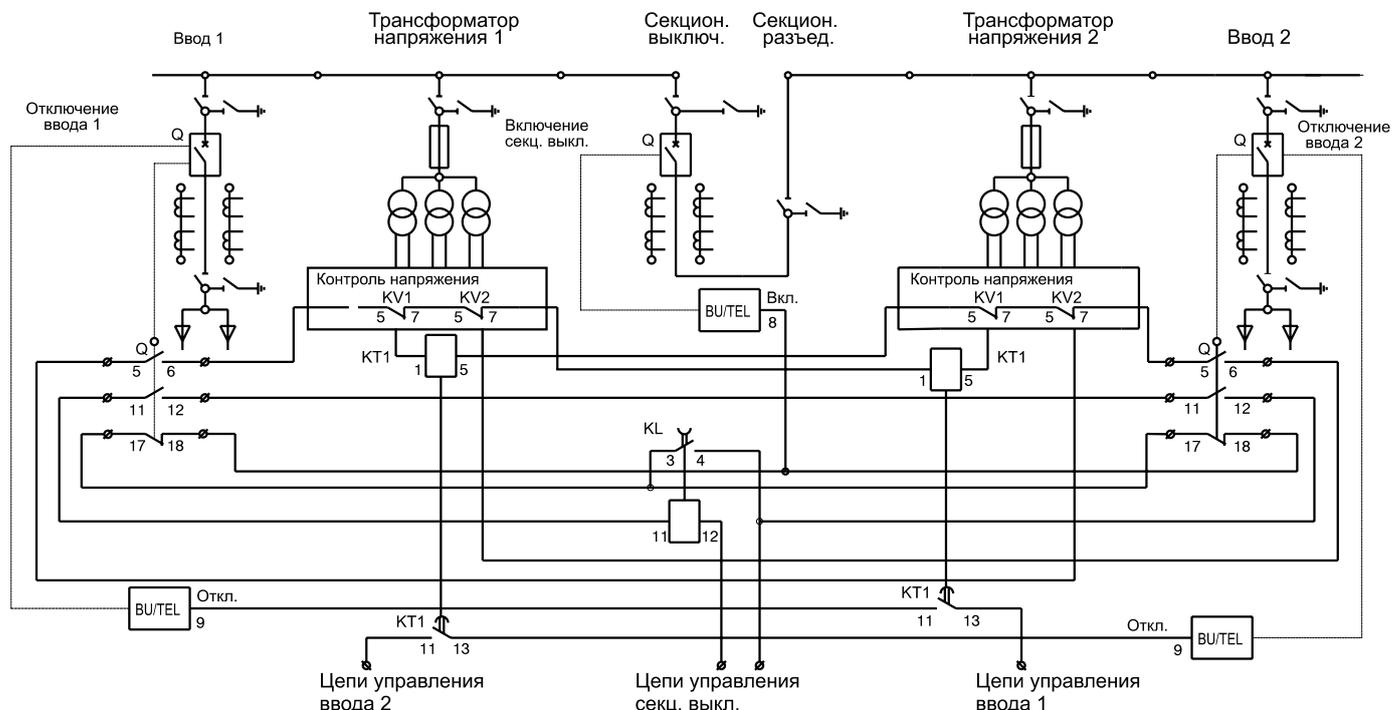

Рис. 15. Схема организации цепей АВР.
14.7. АВР-10кВ. Схема организации АВР-10кВ на основе типового комплекта схем вспомогательных цепей приведена на рис.15.